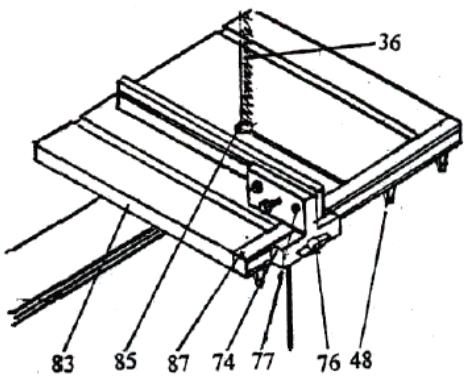
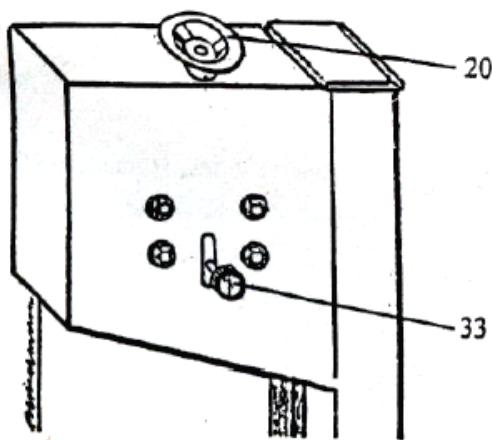

Рис. 1
Рис. 3
### 5.1. УСТАНОВКА СТОЛА (рис. 1)
Рабочий стол (83) устанавливается согласно рис. 1. Закрепить вставку (85) в центр рабочего стола. Закрепить направляющую планку (87) к столу с помощью барашковых винтов, как показано на рис. 1. Затем вставить болт (76) с квадратным подголовником в боковую направляющую планку через полосковую шайбу (75). Закрепить верхнюю направляющую планку (79) и боковую планку барашком с шайбой. Поместить верхнюю планку с правой стороны полотна пилы. Ослабить гайки (77). Снять верхнюю направляющую планку и ослабить баращек (76). Сдвинуть стойку верхней направляющей планки (74) вправо от полотна (36) пилы. Затем закрепить верхнюю направляющую планку с другой стороны стойки верхней направляющей планки.
1. Сначала открыть верхнюю и нижнюю дверцы (8) и (9), затем ослабить маховик (20), рис. 3.
2. Снять боковую направляющую планку (87) и полотно пилы (36), рис. 1.
4. Установить боковую направляющую планку (87).
5. Вращая маховик (20), натянуть полотно пилы. При нагрузке в 3 кг, приложенной к поверхности пилы, прогиб должен составить около 8 мм. Натяжение пилы должно быть умеренным.
6. Рукой повернуть верхний шкив полотна, отрегулировать прохождение полотна (36) в защитном кожухе вращением рукоятки (33), расположенной сзади верхнего корпуса пилы, как показано на рис. 3, для обеспечения прохождения полотна по центру.